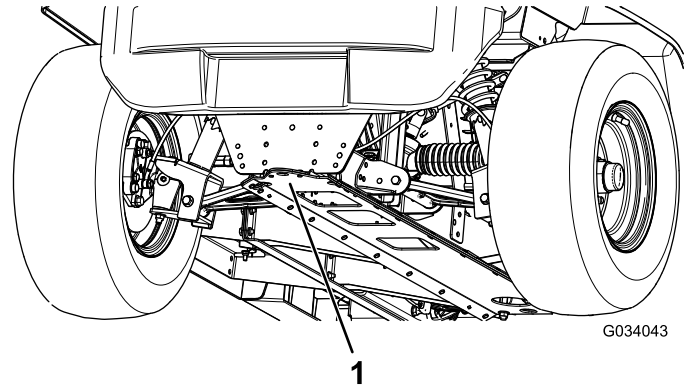

Figura 24
- Il punto di sollevamento nella parte anteriore della macchina si trova davanti al telaio dietro al timone di traino (Figura 24).